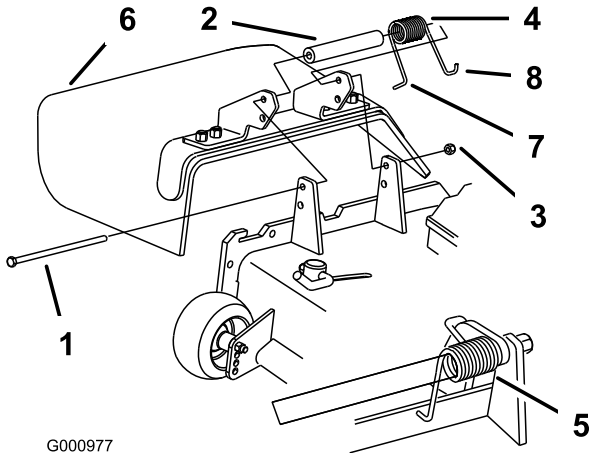

Figura 2
1. Coloque el espaciador y el muelle entre los soportes del deflector de hierba (Figura 2). Coloque el gancho en J del extremo izquierdo del muelle detrás del reborde de la carcasa.
la carcasa antes de instalar el perno, según muestra Figura 2.
2. Instale el perno y la tuerca. Coloque el extremo derecho en J del muelle alrededor del deflector de hierba (Figura 2).